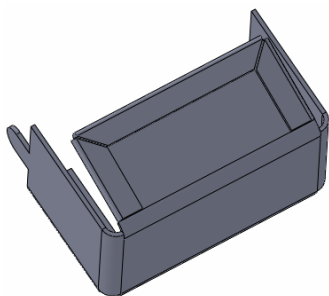

图 9-75 生成褶边
② 在“褶边”特征管理器中，选择“材料在内”选项，在类型和大小栏中，选择“开环”选项，其他设置默认。然后单击“确定”图标，最后结果如图 9-75 所示。